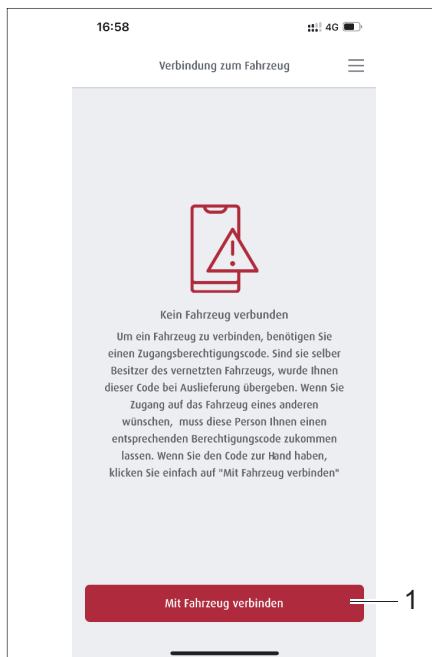
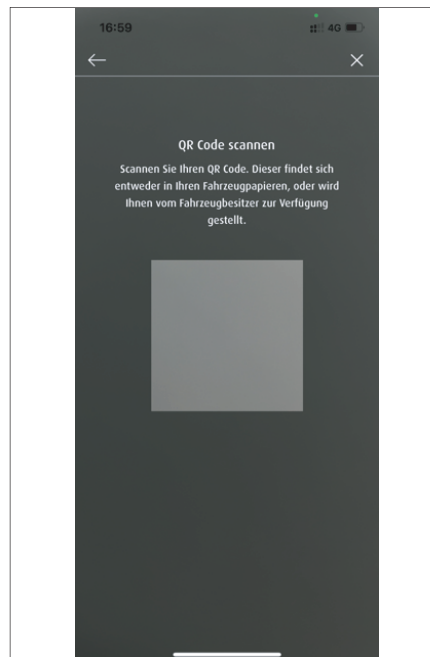

Bild 275 Anslutning till fordonet
Bild 276 Skanna fordonets QR-kod
- Klicka på knappen *Registrering* (Bild 274,1). Menyfältet Anslutning till fordon visas (Bild 275). Om det redan finns fordon som är anslutna, visas de här.
- Klicka på knappen *Anslut till fordonet* (Bild 275,1) tippen. Menyfältet Skanna QR-kod visas (Bild 276).